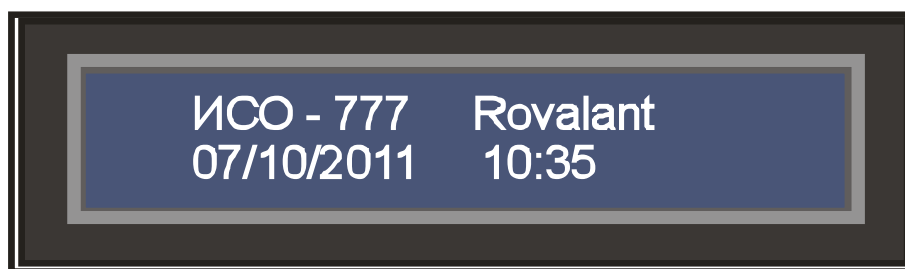

Рис. 2. Вид индикации ВПУ в дежурном режиме
ВПУ имеет подсветку, включающуюся сразу же при предъявлении зарегистрированного пропуска на считыватель и выключающуюся по истечении времени около 25 с (если в течение этого времени не нажата хотя бы одна из клавиш). При нажатии клавиш отсчет времени работы подсветки возобновляется. Отключение подсветки на ВПУ означает переход в дежурный режим, а включение – переход в режим диалога. В дежурном режиме в верхней строке дисплея отображается текст, доступный для редактирования пользователем (см. п. 7.4 настоящего РЭ). В нижней строке отображается текущая дата и время (см. рисунок 2).
- 1) Убедиться, что ВПУ отображает основное меню (см. рисунок 2).
- 1) Убедиться, что на дисплее ВПУ отображается основное меню (см. рисунок 2).
1) Убедиться, что на дисплее ВПУ отображается основное меню (см. рисунок 2).
2) Предъявить пропуск «Служба охраны». Появится строка «СОТРУДНИК СЛУЖБЫ ОХРАНЫ». После этого ВПУ перейдет в режим индикации основного меню (см. рисунок 2).